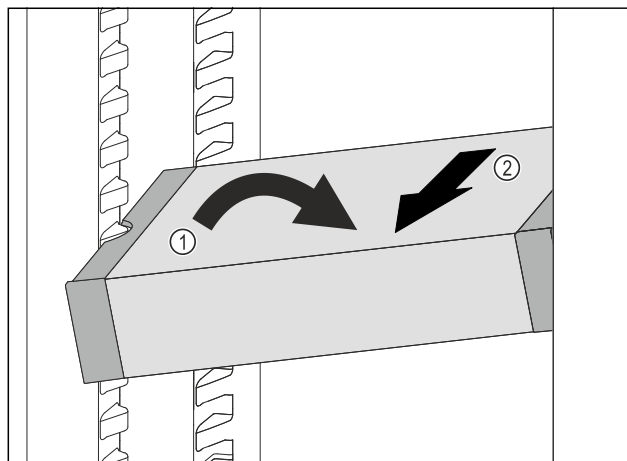

Fig. 99
- ▶ VarioSafe ustawić w chłodziarce pod skosem. Fig. 99 (1)
- ▶ VarioSafe wyjąć do przodu. Fig. 99 (2)